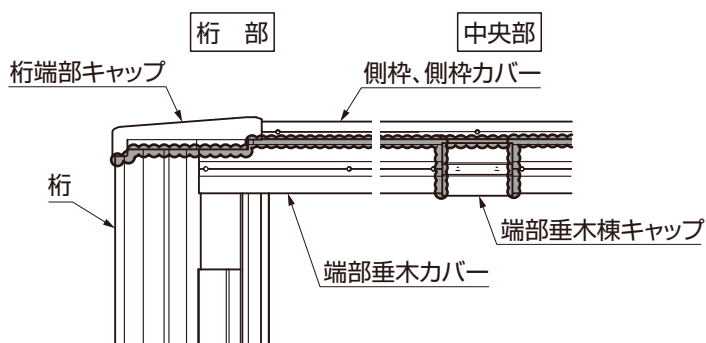
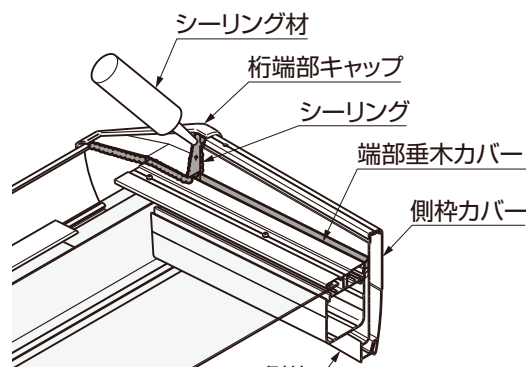
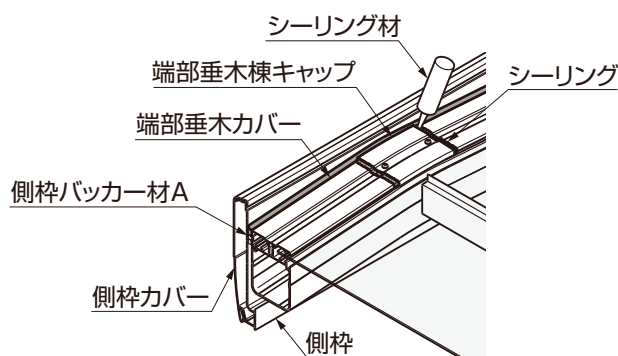

図8-16
図8-17 側部
図8-18 中央部(15、18)
- ② 側部と中央部を図のようにシーリングしてください。(図8-16、図8-17、図8-18、図8-19参照)